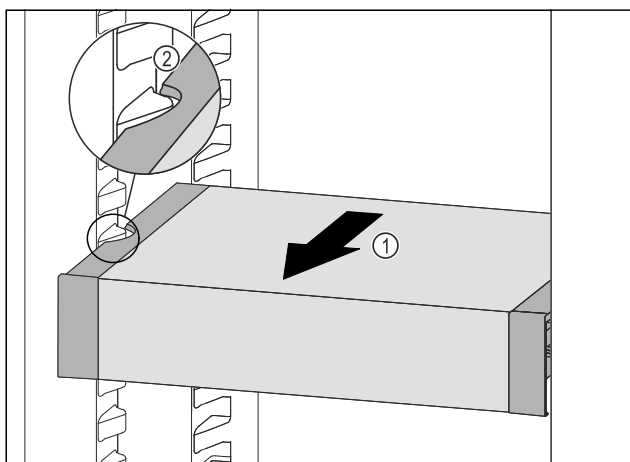

Fig. 98
- Táhněte VarioSafe dopředu Fig. 98 (1), dokud nebudou boční vybrání VarioSafe na úrovni žebrování na nádoby v chladničce. Fig. 98 (2)